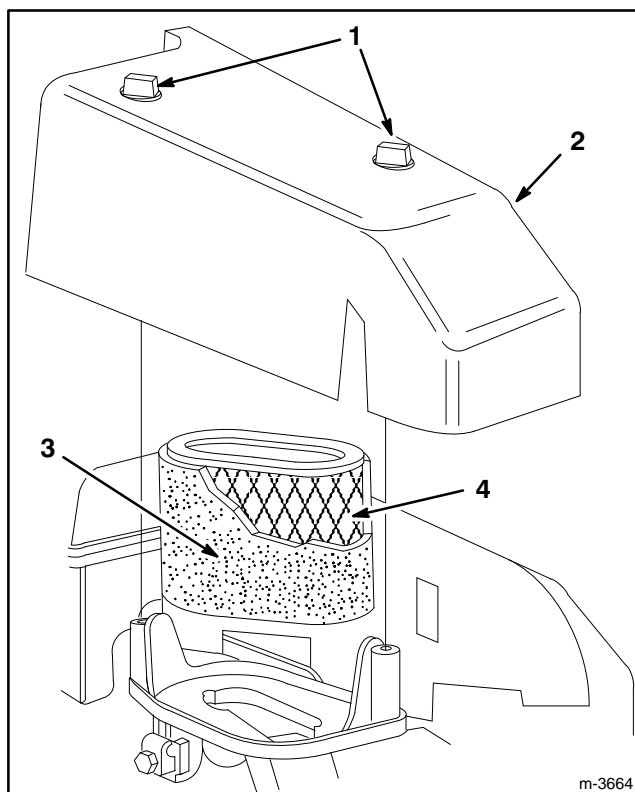

Figure 20
2. Dévisser les 2 boutons de fixation du couvercle du filtre à air au moteur (Fig. 20).